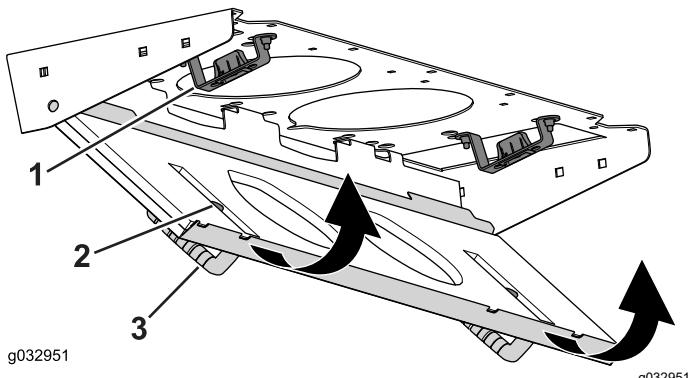

Figura 95
- Gire la rejilla del filtro sobre las pestañas hasta que el cierre se enganche en el soporte (Figura 95).